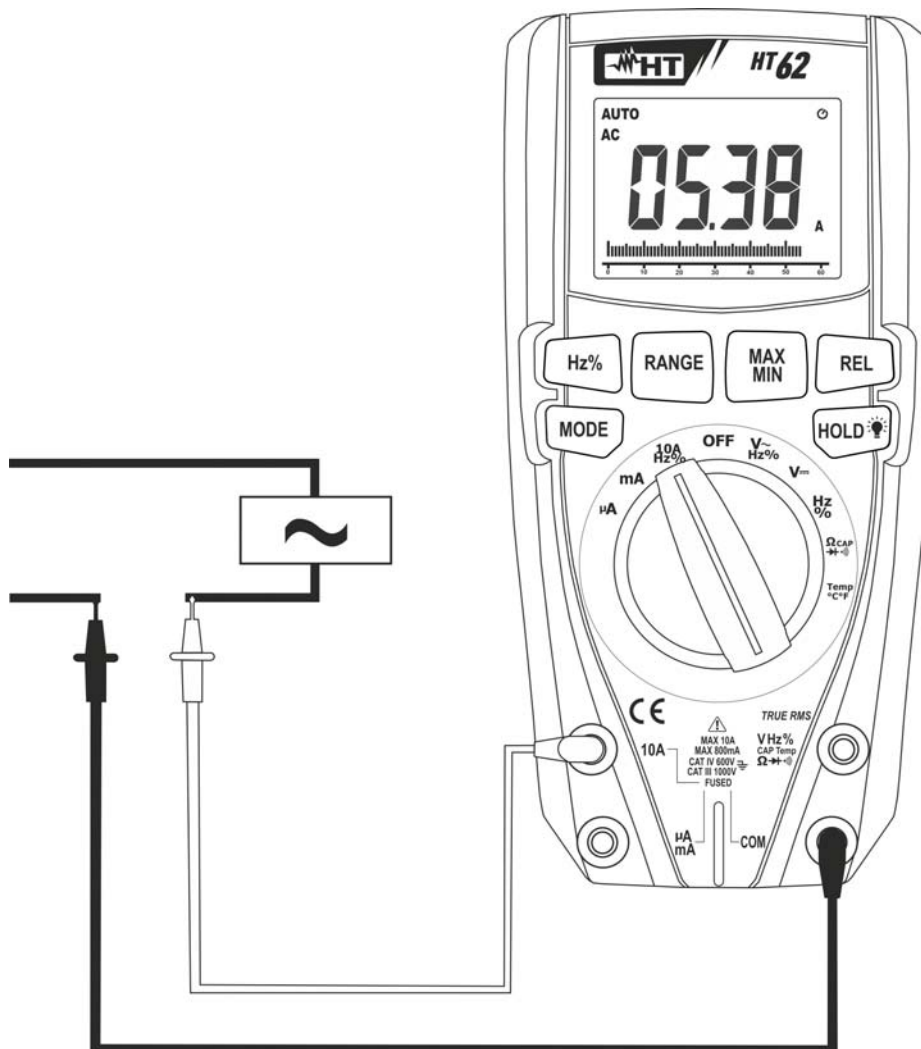

Fig. 10: Uso del instrumento para medida de Corriente CA
5. Conecte la punta roja y la punta negra en serie con el circuito del que se quiere medir la corriente respetando la polaridad y el sentido de la corriente (vea la Fig. 10)